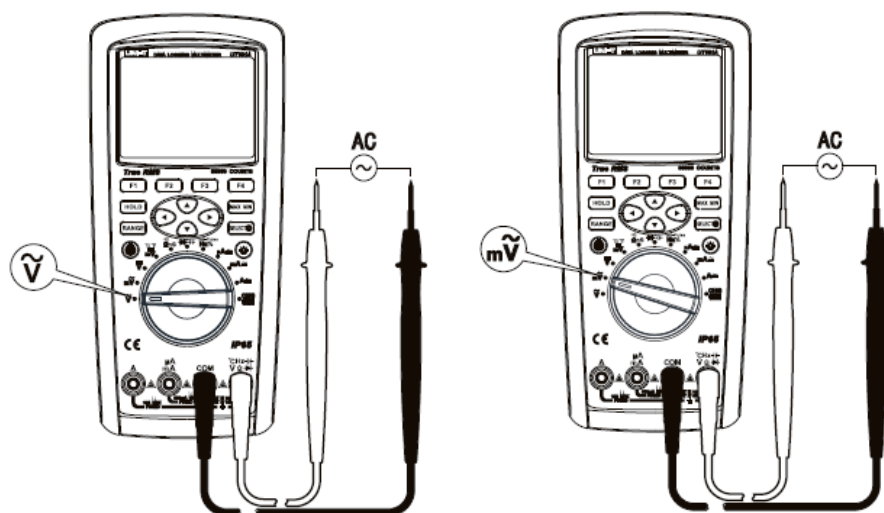

Рисунок 6
3. Измерение переменного напряжения (рисунок 6)
13. Измерение напряжения с фильтром низких частот LPF (рисунок 6)